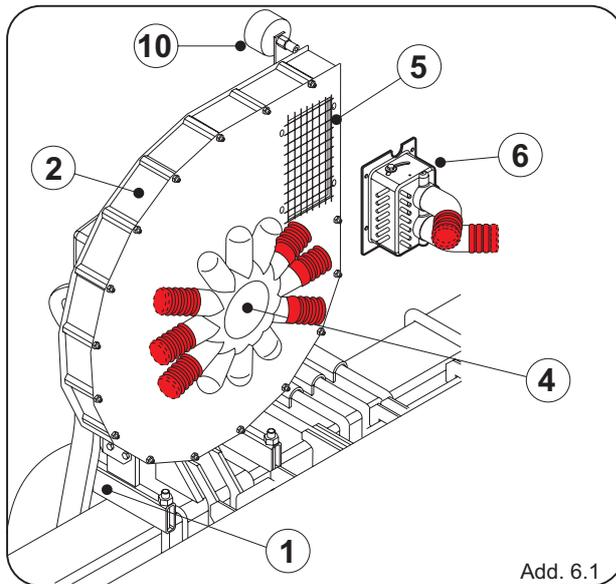

Abb. 6.1
Die pneumatische Vakuumpumpe (Abb.6.1) hat die Aufgabe einen Unterdruck im Innern des Samenverteilers zu erzeugen. Dieser Unterdruck erlaubt der Verteilerscheibe, die Samenkörner zu den eigens dazu bestimmten Löchern zu befördern.
Die Vakuumpumpe (Abb.6.1) besteht aus dem tragenden Rahmen **1**, an dem folgende Teile befestigt sind:
- Ein Unterdruckmesser **10** (Abb.6.1), der die Ermittlung des in der Ansaugkammer des Samenverteilers vorhandenen Unterdrucks erlaubt.